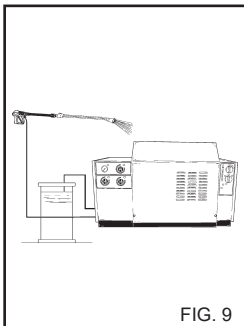

FIG. 9
3) Dopo l'uso con detergente, risciacquare il circuito di aspirazione; infilare il tubo di aspirazione (fig. 9) detergente in una tanica di acqua pulita e far funzionare la pompa per 1 minuto a rubinetto dosaggio completamente aperto. Ripetere l' operazione prima con il selettore prodotto detergente sulla pos. "1" e successivamente sulla pos. "2".
5) Dopo l'uso con detergente, risciacquare il circuito di aspirazione; infilare il tubo di aspirazione (fig. 9) detergente in una tanica di acqua pulita e far funzionare la pompa per 1 minuto a rubinetto dosaggio completamente aperto e lancia in fase erogazione detergente. Ripetere l' operazione prima con il selettore prodotto detergente sulla pos. "1" e successivamente sulla pos. "2".